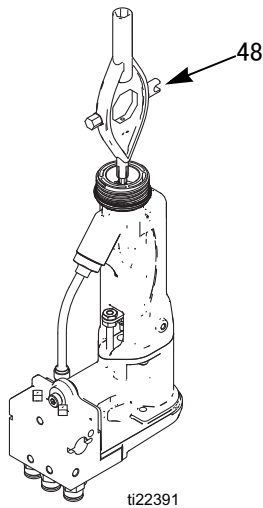

图 20. 电极更换
3. 使用多用工具 ( 48 ) 拧下电极 ( 3 ) 图 20。